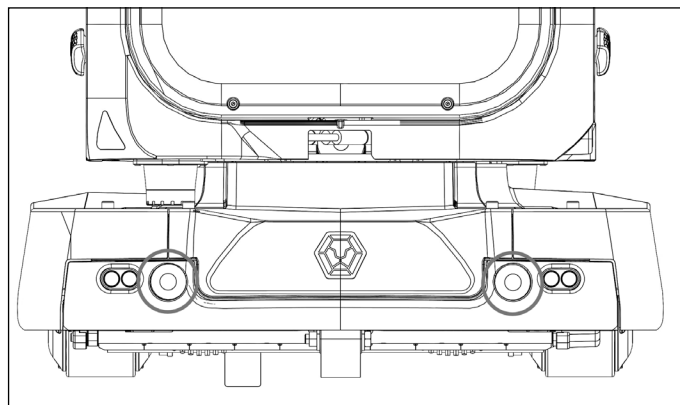
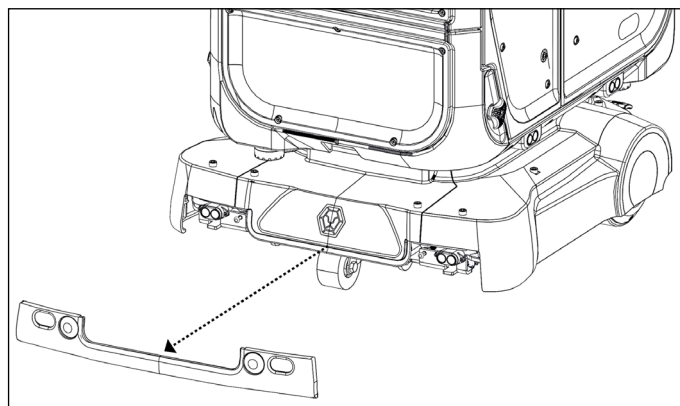

Figure 75
Figure 76
1. Appuyez à fond sur les 2 boutons pour retirer le capot avant inférieur (**Fig. 75**), (**Fig. 76**).